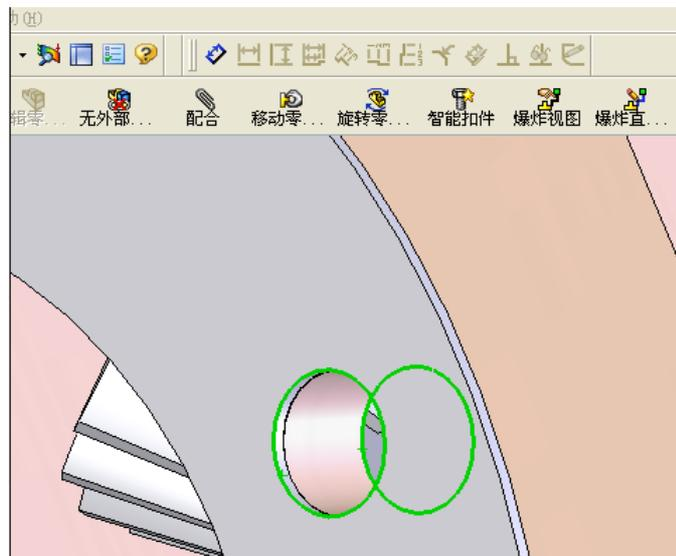

图 1 在 SolidWorks 中打开装配体
1、选择装配位置：在 SolidWorks 中打开或新建装配体并保存，然后依次选择要装配的两条边线：如图 1